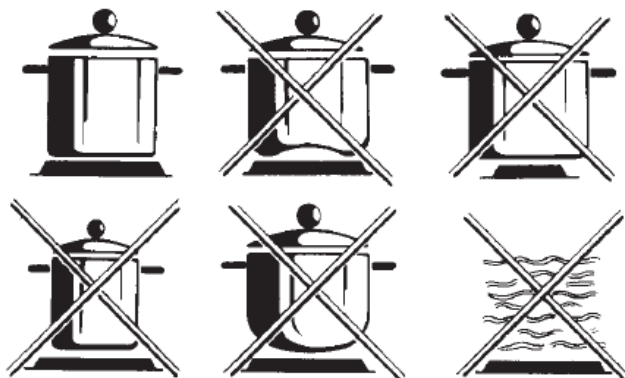

Рис. 2
- при использовании электрических поверхностей рекомендуется пользоваться кухонной посудой с плоским дном, имеющей такой же диаметр, что и электрическая плитка, или немного больше (Рис. 2).